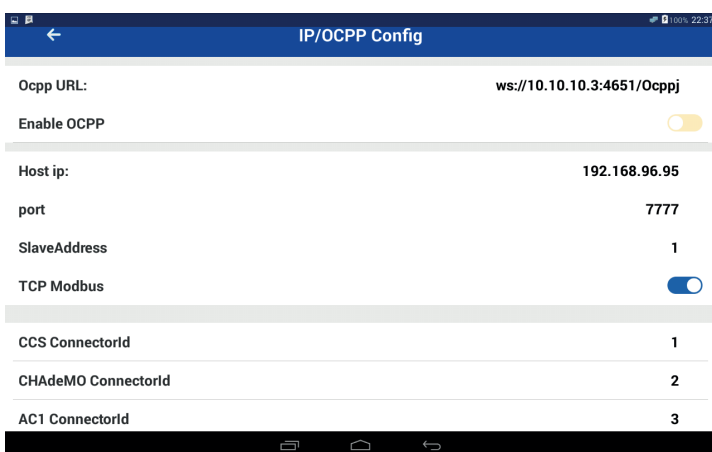

Figura 18
- Charge Point Setting > Public Setting > IP/OCPP Config (Figura 18) e settare i seguenti parametri